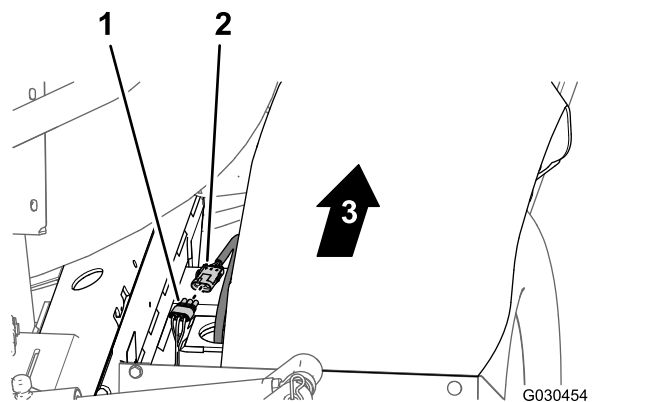

Figura 108
2. Na traseira da máquina (entre o tubo da estrutura direito e o guarda-lamas direito), ligue o conector de três pinos da cablagem do sensor de velocidade no motor de tração hidráulica direito do conector de três tomadas (não identificado) da cablagem traseira principal (Figura 108).